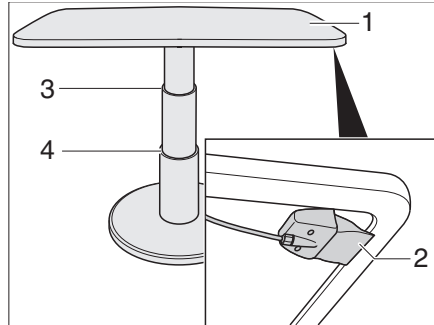

Fig. 59 Mesa elevadora del grupo de asientos circular
- Tirar la palanca de bloqueo (Fig. 59,2) hacia arriba y retenerla.
- Empujar el tablero de mesa (Fig. 59,1) hacia abajo hasta el tope deseado en el centro (Fig. 59,3 ó 4).